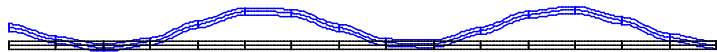

图 15-42 第九阶屈曲模态
⑫显示九阶屈曲模态: Main Menu > General Postproc > Plot Results > Deformed Shape, 弹出如图 15-36 所示的对话框, 单击“Def + Undef edge”, 单击“OK”按钮, 屏幕显示如图 15-42 所示。